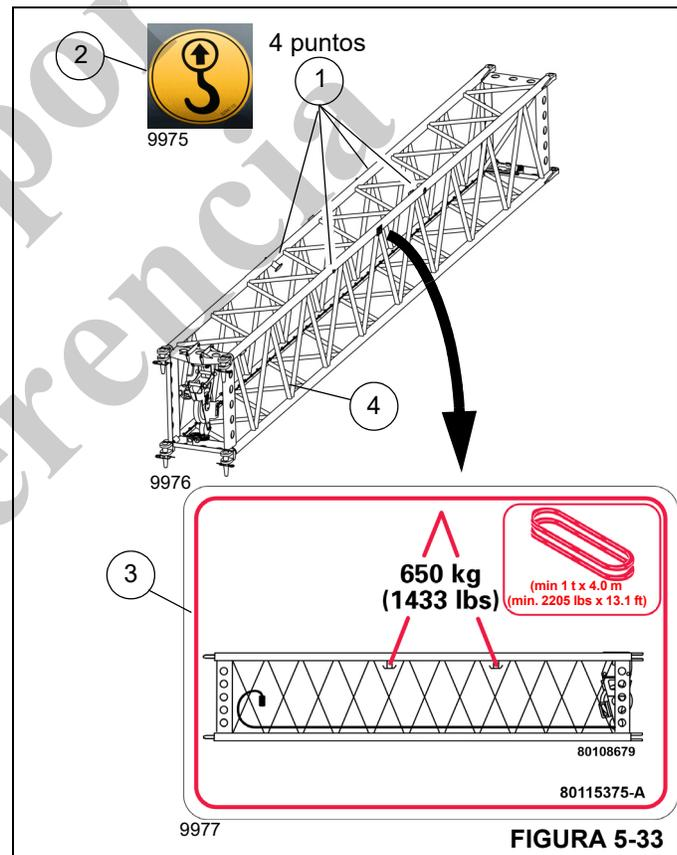

FIGURA 5-33
El inserto de celosía tiene cuatro puntos de sujeción fijos (1, Figura 5-33). Las etiquetas (2) marcan los puntos de unión. La etiqueta de información de peso (3) muestra información sobre el peso del inserto de celosía y el equipo de elevación necesario. Conecte un cable guía a un cordón (4), según sea necesario, para guiar el inserto de celosía durante las operaciones de elevación.